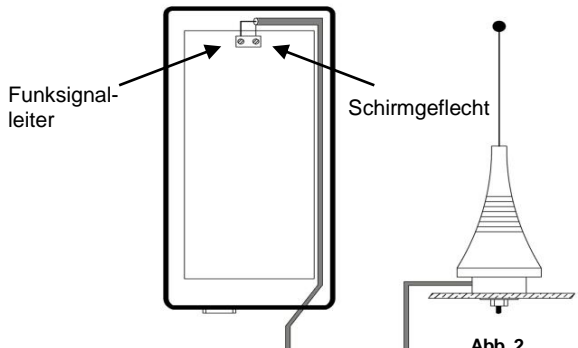

Abb. 2
- Das Kabel der externen Antenne durch die neue Bohrung führen und an der Klemmenleiste anschließen: das Schirmgeflecht des Kabels wird am rechten Kontakt angeschlossen, und der Funksignalleiter am linken Kontakt (Abbildung 2):